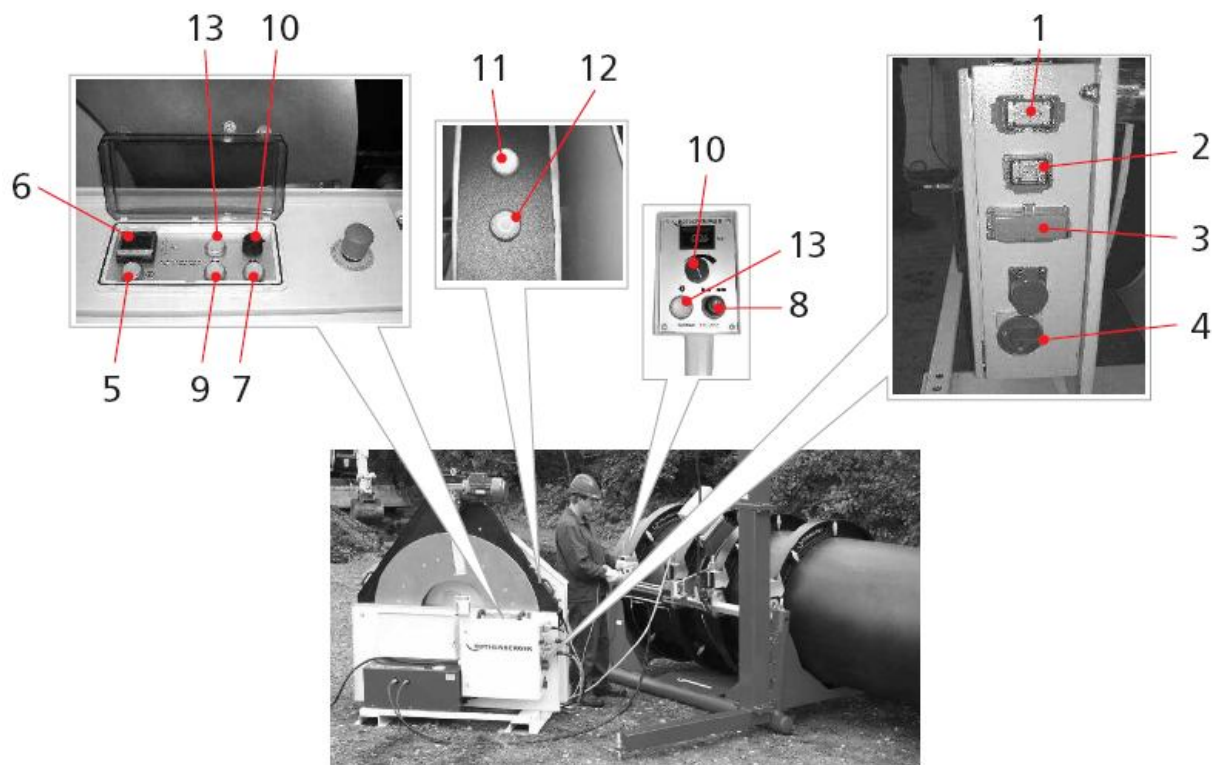

РИСУНОК 2
6.2 Подготовка (см. рис. 2)
7. Сварочный процесс (см. рис.2)